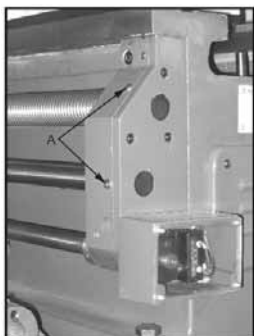

Fig. 6
4. **Lederskrue og materspindel:** Smør de to olje kulene på høyre side (A, fig. 6) hver dag med Mobil DTE® Oil Heavy Medium.